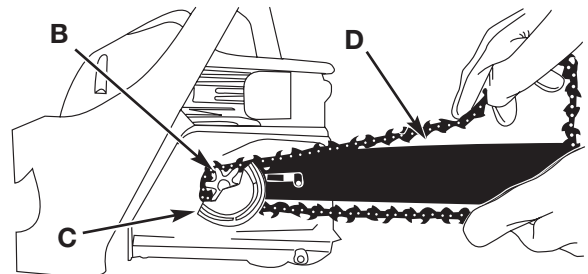

Fig. 21
2. Faire passer la chaîne autour du pignon (B), derrière l'embrayage (C). S'assurer que les maillons s'engagent entre les «dents» du pignon (Fig. 21).